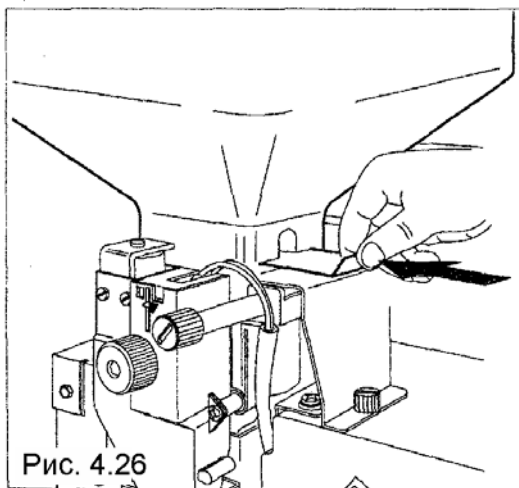

Рис. 4.26
- Чтобы выполнить загрузку, необходимо снять каждый контейнер (рис. 4.26). В частности, для контейнера для зерен кофе нужно перед выемкой контейнера закрыть дверцу желоба.